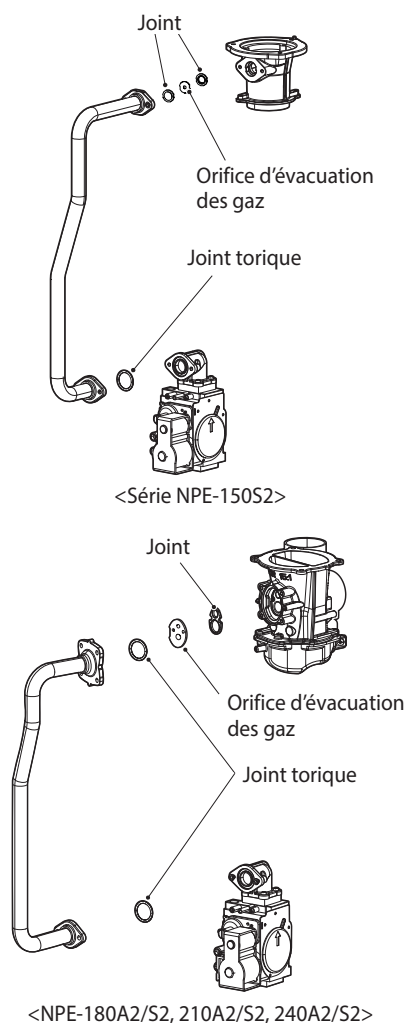

Figure 5. Vue éclatée du ventilateur de gaz
- Examinez TOUJOURS le joint torique entre la soupape à gaz et l'adaptateur d'entrée de la soupape à gaz lorsqu'ils sont démontés (voir Figure 5).